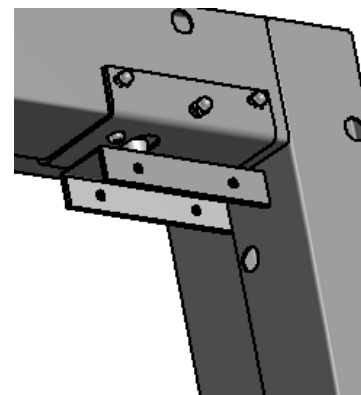

Рисунок 18
- 7.5 Установить подвесную часть петли на раму при помощи шпилек (рис.18).
- 6.6 Установить подвесную часть петли на раму при помощи шпилек (рис.18).